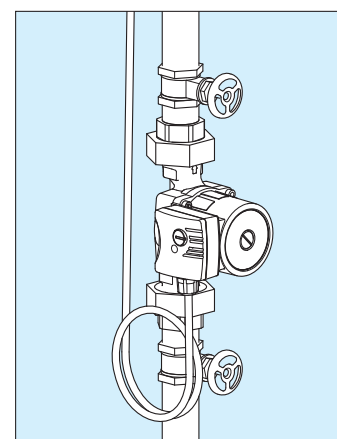

Рис. 5: Замкнутое электрическое соединение
- Насос следует всегда устанавливать между двумя отсечными устройствами (рис. 5)
Циркуляционные насосы подключаются только непосредственно к постоянным электрическим линиям. Перед двигателем необходимо установить выключатель с расстоянием между разомкнутыми контактами не менее 3 мм. С целью упрощения замены в дальнейшем, электрическое подключение следует выполнять замкнутыми (рис. 5). Звуки управляющих сигналов питания можно устранить установкой блокирующего фильтра. Необходимо выполнять требования местных норм. Электрические соединения должны быть выполнены устойчивыми к температурам воды >100 °С.